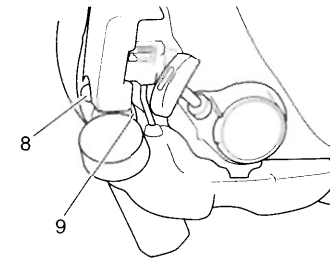

Fig. 5
- \* Pressez la poire de la pompe d'amorçage (8) à plusieurs reprises pour que le carburant puisse s'écouler par le tuyau de retour (9). (Fig. 5)